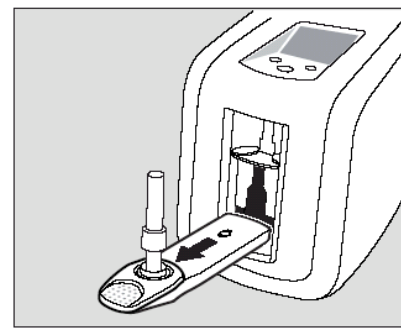

Рис.8
- По завершении процедуры анализа откройте дверцу анализатора, извлеките из него использованную тест-кассету с тест-патроном, установленным на ней (см. Рисунок 8) и утилизируйте их в соответствии с нормами Санэпиднадзора РФ по утилизации потенциально инфицированных отходов, способных содержать возбудители любых инфекций.